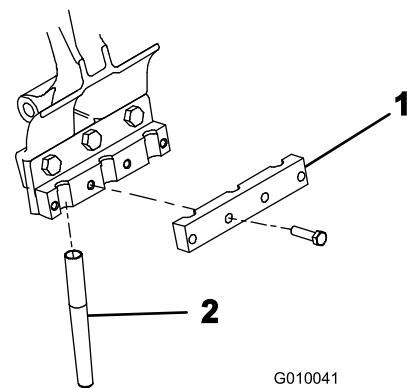

Figura 25
4. Instale provisionalmente una abrazadera de taladros en cada portataladros con 4 pernos de 3/8 x 1-1/2 pulgadas (Figura 25). No apriete los pernos.